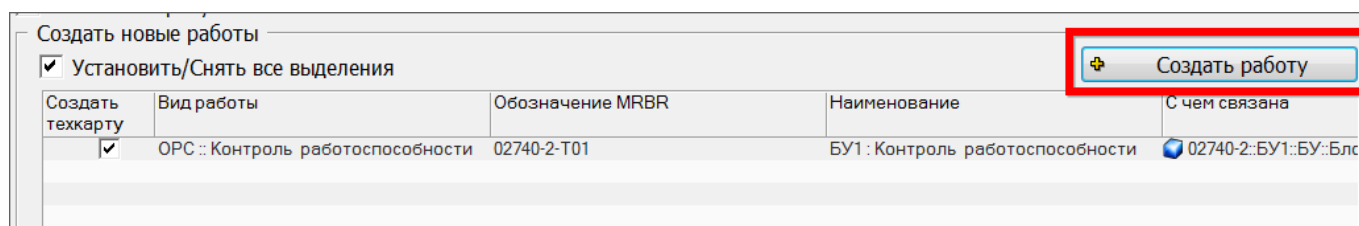

Рис. 11-159 – Создание новой работы (ТК)
- 2) В группе полей «Создать новые работы» нажать кнопку «Создать работу» (рис. 11-159).